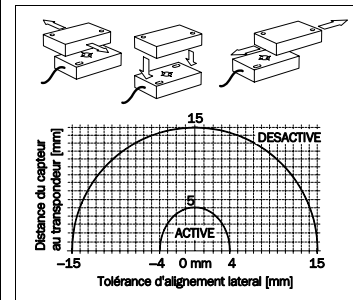

Fig. 4 : Alignement du transpondeur et de l'actionneur
- Respecter les différentes positions de fonctionnement possibles, cf. Fig. 4.